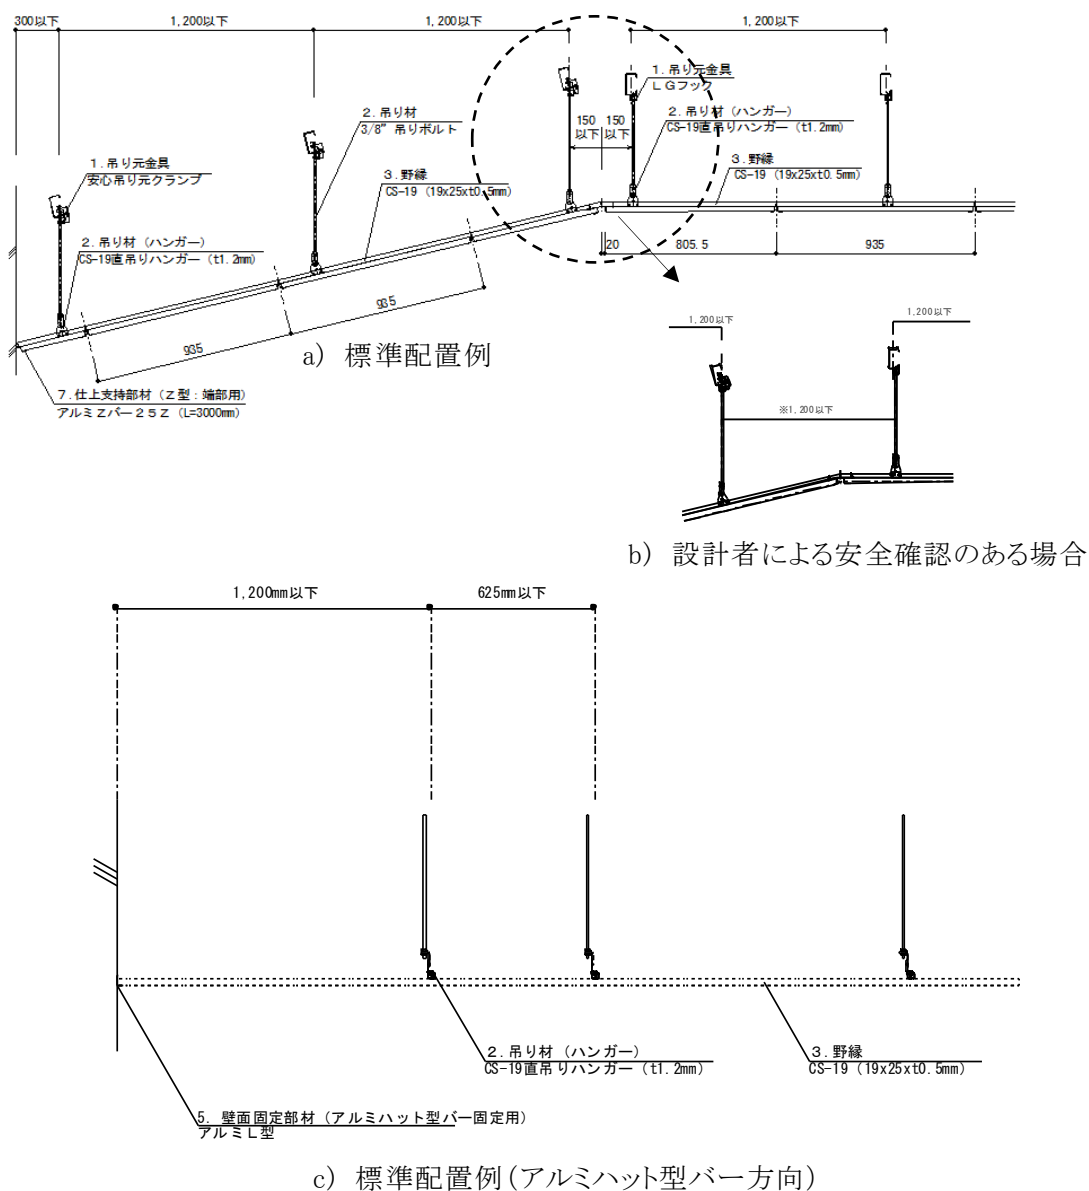

図 2-3-1 吊り材の配置例
- ・ 吊りボルト下部はハンガーを上下 2 個のナットにて締めつけ、適切な工法で設置する。(図 2-3-1 参照)